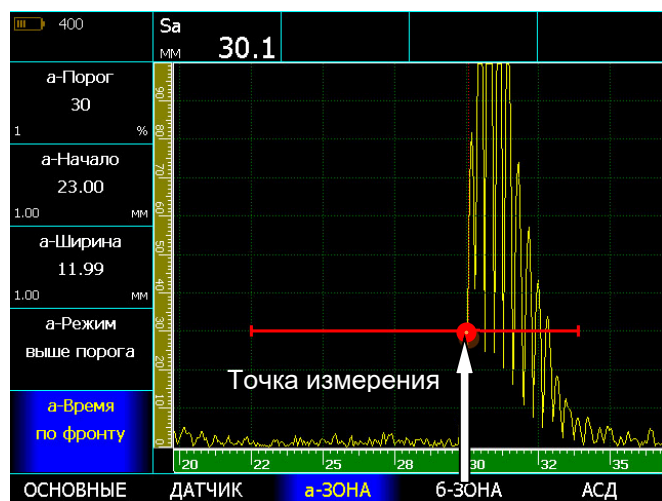

Рис.3-3 Измерение времени прихода сигнала 'по фронту'
- время, соответствующее первой точке пересечения фронта сигнала с порогом зоны контроля (режим – «по фронту», рис. 3.3)